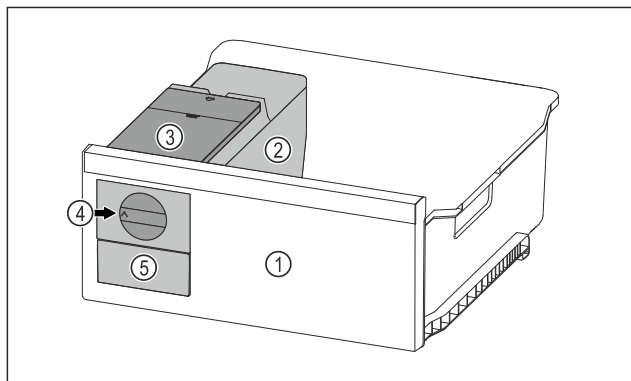

Fig. 79 Przykładowa prezentacja
- ▶ Pokrętko Fig. 79 (4) obrócić zgodnie z ruchem wskazówek zegara.
- ▷ Kostki lodu wypadają do pojemnika na kostki lodu w szufladzie na kostki lodu Fig. 79 (5). Jeżeli nie wszystkie kostki lodu zostaną zwolnione z pojemnika na kostki lodu: